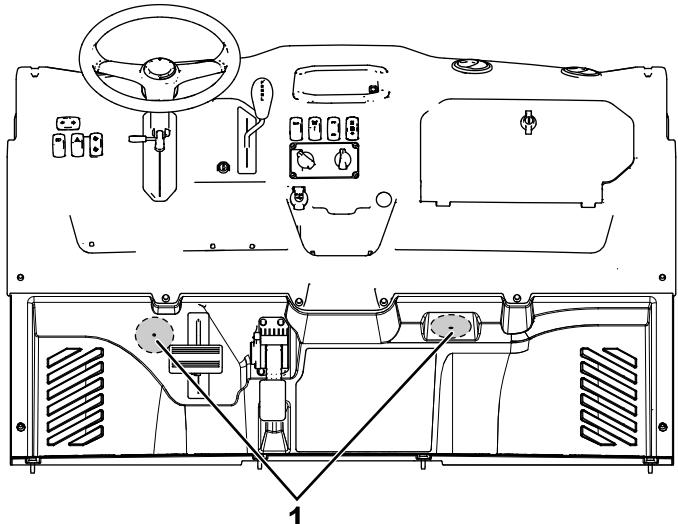

図 12
2. フロアボード上にあるパイロット穴用のくぼみ2つ図12を探し出し、それぞれの場所にドリルで穴直径76 mmを開ける。